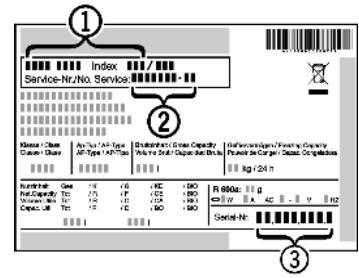

Fig. 9
- ▶ Прочетете от идентификационната табелка описанието на уреда Fig. 9 (1), сервизния № Fig. 9 (2) и серийния № Fig. 9 (3). Идентификационната табелка се намира на лявата вътрешна стена на уреда.
- ▶ Обадете се на сервизната служба и посочете неизправността, описанието на уреда Fig. 9 (1), сервизния № Fig. 9 (2) и серийния № Fig. 9 (3).